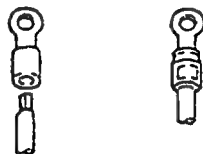

図5.2 圧着端子
- 電源配線および保護接地配線には、絶縁スリーブ圧着端子 (4mm ねじ用) を使用してください (図 5.2 参照)。